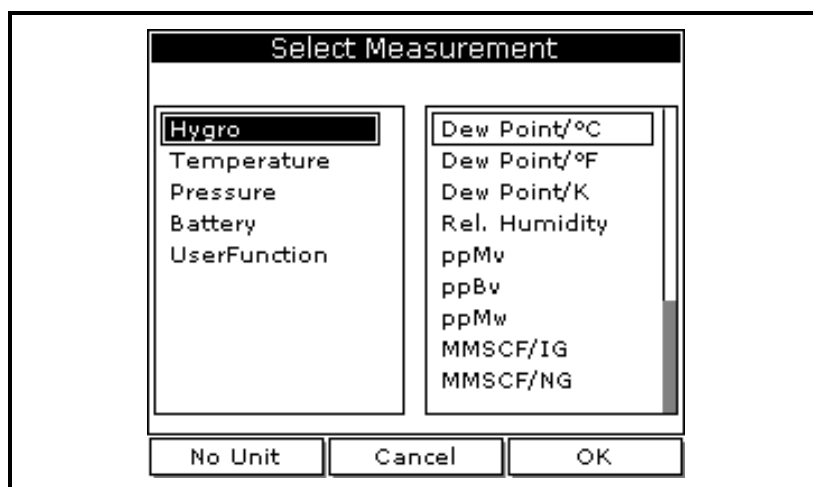

图 3-10 : Select Measurement (选择测量结果) 窗口
1. 使用 [▼] 键进入一个文本框，然后按 [ENTER]（进入）。随即会出现一个类似于下图 3-10 的屏幕。